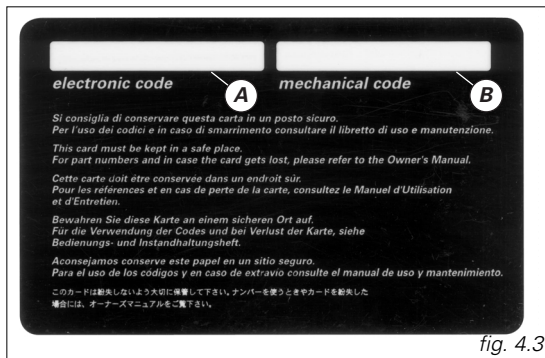

fig. 4.3
A) (fig. 4.3) le code électronique, à utiliser à utiliser en cas de démarrage d'urgence, c'est-à-dire en cas de démarrage raté après avoir mis la **clé dans la position ON**.
B) (fig. 4.3) le code mécanique des clés, à communiquer au réseau d'assistance DUCATI, en cas de demande de doubles des clés.